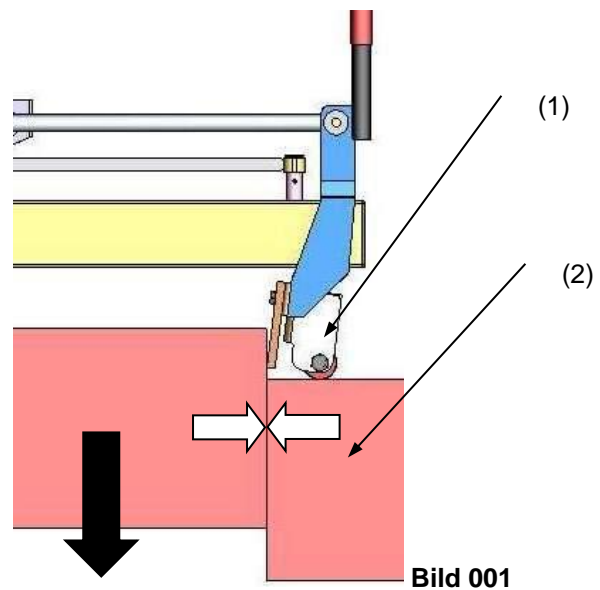

Bild 001
- Absetzrolle (1) wie in Bild 001 ersichtlich montieren.
- Gerät (VZ-HS) mit dem gegriffenen Bordstein dicht am bereits verlegten Bordstein (2) positionieren und Absetzrolle (1) aufsetzen.
- Beim Öffnen des Gerätes (VZ-HS) gleitet der Bordstein nach unten und liegt fugenlos zum bereits verlegten Bordstein (2).